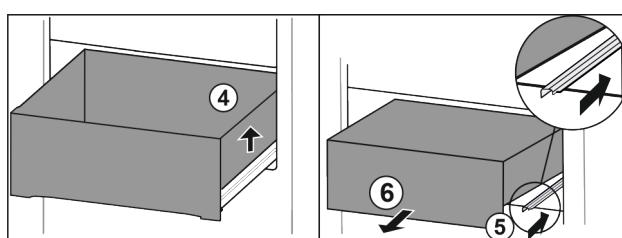

Fig. 75
- Підняти висувний ящик праворуч. Fig. 75 (4)
- Вставити праву рейку. Fig. 75 (5)
- Вийняти висувний ящик рухом вперед. Fig. 75 (6)